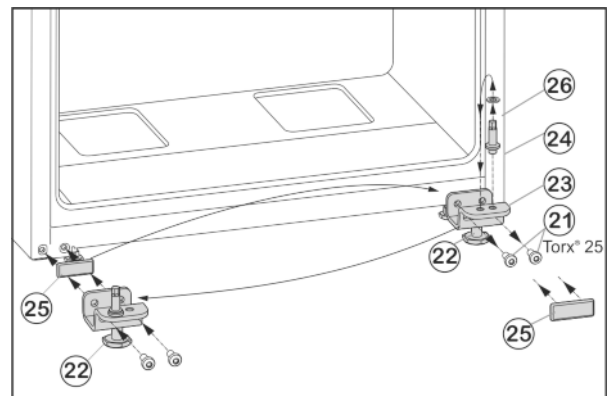

Fig. 7
- ▶ Befestigungsschrauben Fig. 7 (21) abschrauben.
- ▶ Lagerbock unten Fig. 7 (23) komplett mit Lagerbolzen Fig. 7 (24), Scheibe Fig. 7 (26) und Stellfuß Fig. 7 (22), abnehmen.
- ▶ Lagerbolzen Fig. 7 (24) komplett mit Scheibe Fig. 7 (26) abschrauben, in das gegenüberliegende Aufnahmeloch des Lagerbocks umsetzen und wieder festschrauben.
- ▶ Abdeckplatte Fig. 7 (25) vorsichtig abnehmen und auf die Gegenseite umsetzen.
- ▶ Lagerbock unten *Fig. 7 (23)* komplett, mit Lagerbolzen *Fig. 7 (24)*, Scheibe *Fig. 7 (26)* und Stellfuß *Fig. 7 (22)* auf der neuen Scharnierseite ggf. mit Hilfe eines Akkuschraubers **fest (mit 4 Nm)** wieder anschrauben.
- ▶ Tür von oben auf Lagerbolzen *Fig. 7 (24)* aufsetzen.
- ▶ Stellfuß *Fig. 7 (22)* am Lagerbock unten *Fig. 7 (23)* herausdrehen, bis er auf dem Boden aufliegt.